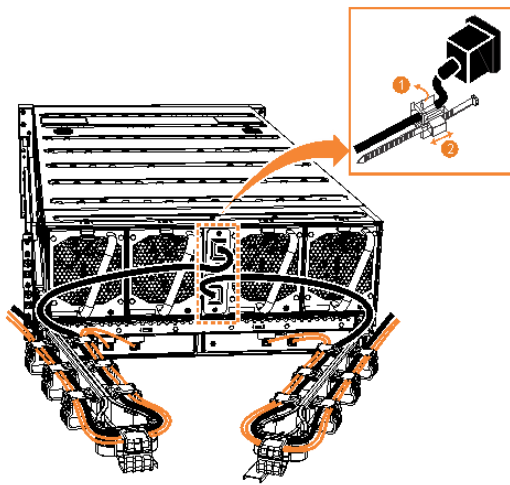

Figura 139. Prenda os cabos de energia
2. Prenda os cabos de energia no retentor de cabo em cada conector de energia na parte traseira do gabinete, conforme mostrado em Figura 139 na página 125. Além disso, assegure-se de que cada cabo esteja instalado junto com um dos suportes para organização de cabos. Os suportes para organização de cabos também suportam os cabos SAS.